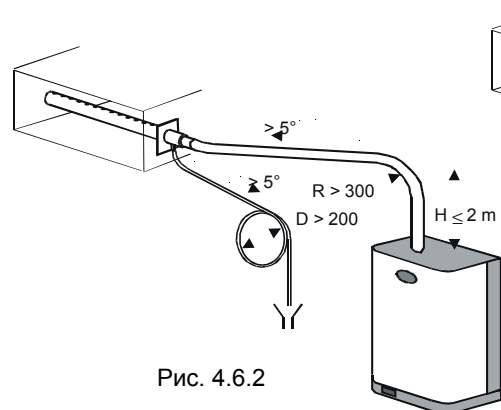

Рис. 4.6.2
1. Подъем вертикально вверх на высоту не менее 300 мм, далее сгиб с радиусом не менее 300 мм и постепенный наклон вниз не менее 5° (см. Рис. 4.6.2);
Конец трубки для отвода конденсата подсоединяется к ближайшей сливной трубке с минимальным наклоном 5° для обеспечения правильного нисходящего потока (см. Рис. 4.6.2).